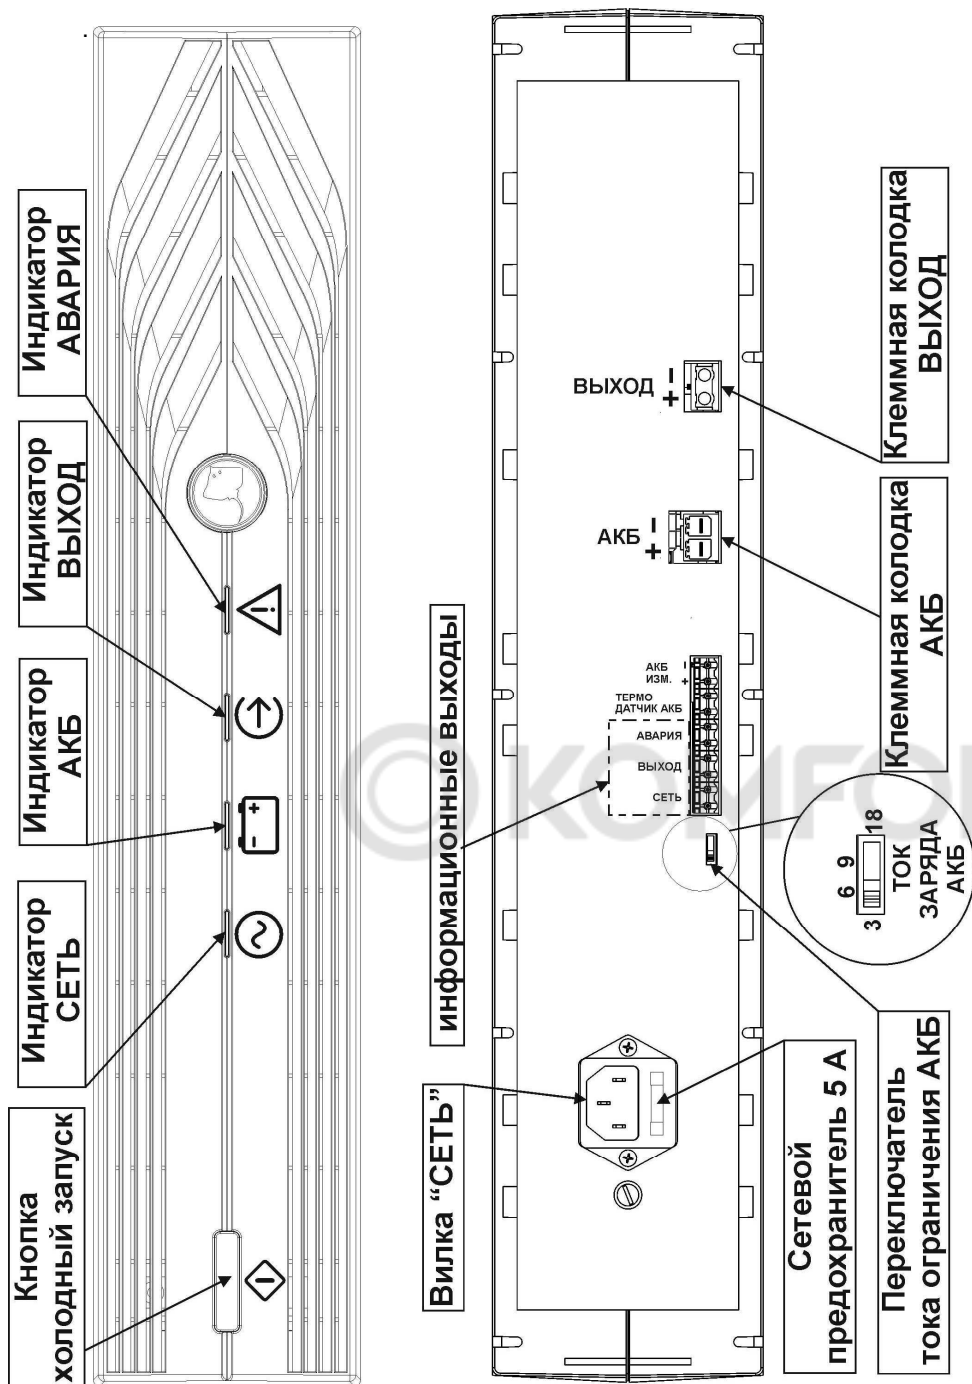

Рисунок 1 - общий вид изделия
Изделие содержит следующие конструктивные элементы (см. рис. 1):
- подключите с соблюдением полярности к клеммам колодки «ВЫХОД» изделия кабель питания нагрузки (см. рис. 1);
- проверьте правильность произведенного монтажа в соответствии с назначением клемм подключения (рис. 1) и схемами подключения (рис. 4-6);
- проверьте наличие и исправность сетевого предохранителя (см. рисунок 1);